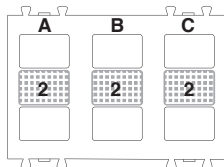

Fig. 2a
La parte frontal del dispositivo está dividida en nuevas zonas sensibles, divididas en tres columnas de tres zonas. Para cada columna puede activarse la zona central (2) o las dos zonas de arriba y abajo (1 y 3) (véase Fig. 2a, 2b, 2c). Por lo tanto, se podrán tener de un mínimo de tres zonas sensibles hasta un máximo de seis (condición preestablecida).